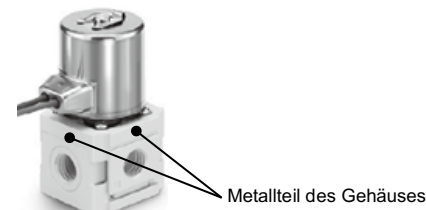
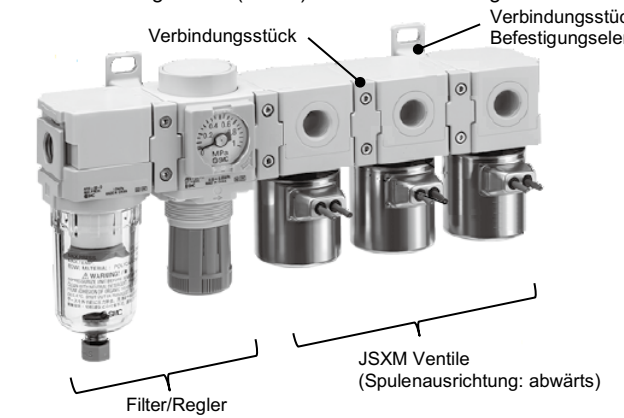
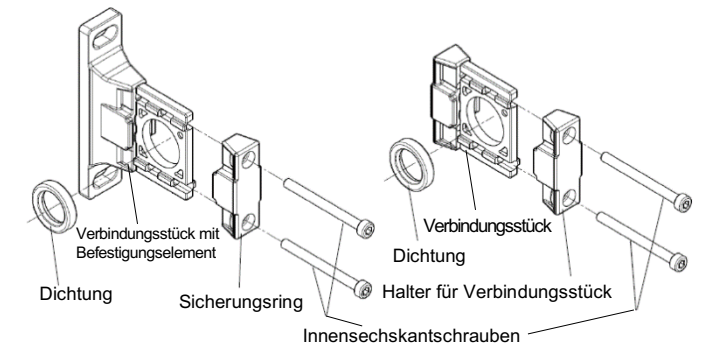

Abbildung 1. Klemmbereich des Ventils
Abb. 2. Beispiel für die modulare Montage
Abb. 3. Verbindungsstück mit Befestigungselement und Verbindungsstück
- Beim Anschluss der Rohrleitung/Steckverbinder an das Ventil ist der Metallteil des Gehäuses mit einem Schraubstock usw. festzuklemmen. Siehe Abb. 1.
Die Ventile der Serie JSXM können einzeln montiert (Abb. 1) oder mit Hilfe der Verbindungsstücke (Abb. 3) modular zusammengesetzt werden (Abb. 2).
- 1) Ein Verbindungsstück oder Befestigungselement wird verwendet, um 2 Module miteinander zu verbinden (siehe Abb. 2 und Tabelle 4).